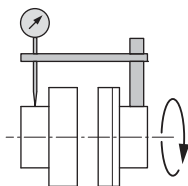

Fig. 11: Kontrola radiálnej adjustácie pomocou komparátora
- Na jednej zo spojiek alebo na hriadeli upevnite imeradlo (pozri Fig. 11). Čapy meradla musí doliehať na rám druhej polospojky (pozri Fig. 11).